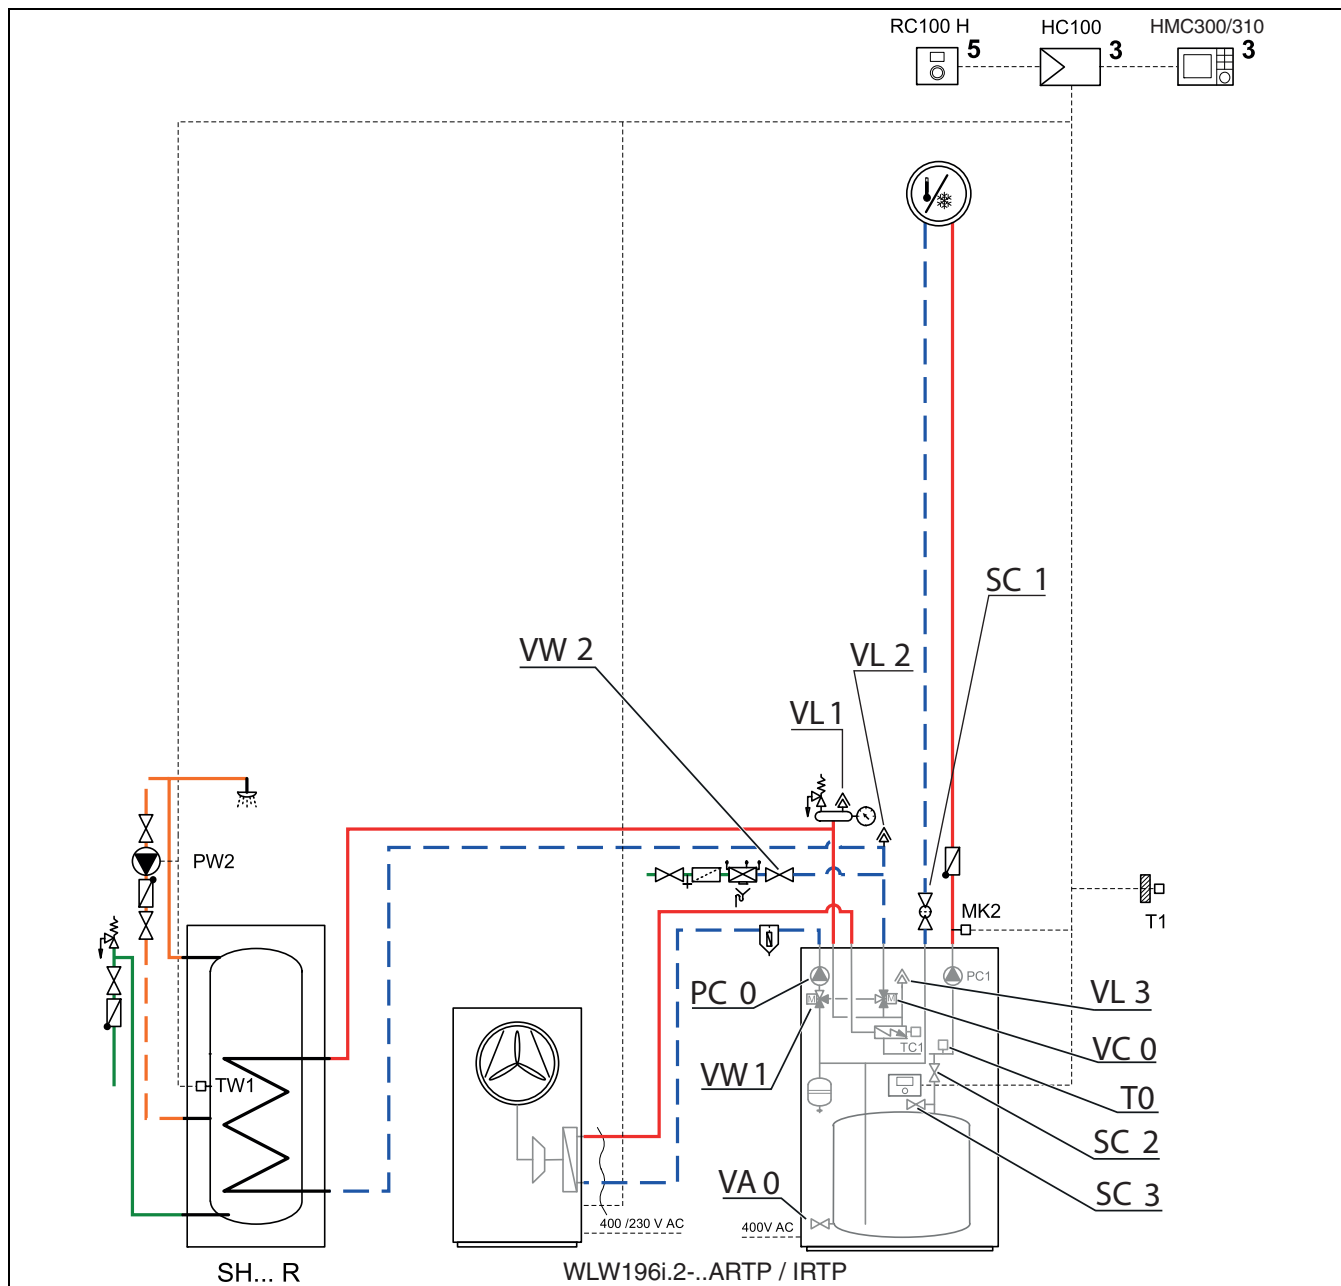

Bild 26 Inneneinheit und Heizungsanlage
2. Automatisches Entlüftungsventil VL1, VL2 und VL3 (→fig. 26) durch Abschrauben der Kappen öffnen.
3. Filterventil SC1 schließen, Absperrventil SC2 (→fig. 26) schließen und sicherstellen, dass sich VW1 (→fig. 26) in der Position (B) für Zentralheizungsbetrieb befindet.
4. Ein Ende eines Schlauchs an den Entleerhahn VA0 (→fig. 26), das andere Ende an einen Abfluss anschließen.